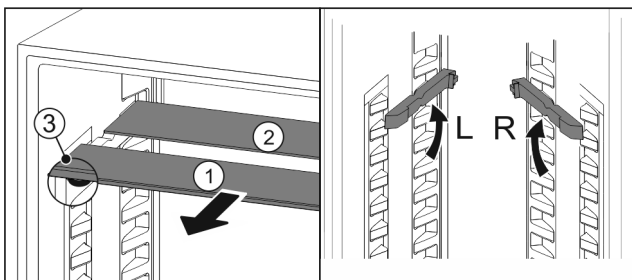

Fig. 94
- Посуньте Fig. 94 (1) скляну панель вперед.
- ▷ Скляна панель Fig. 94 (1) з декоративною планкою лежить спереду.
- ▷ Стопори Fig. 94 (3) показують вниз.